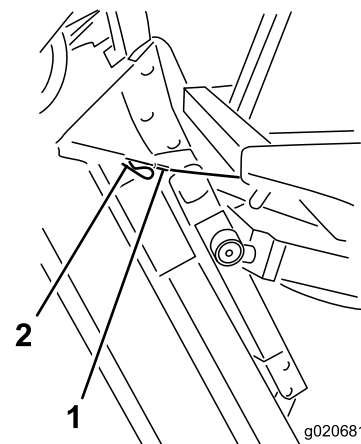

Рисунок 119
6. Удерживая деку газонокосилки в вертикальном положении, установите конец троса на штифт подъемного рычага деки газонокосилки и зафиксируйте его игольчатым шплинтом (Рисунок 119).